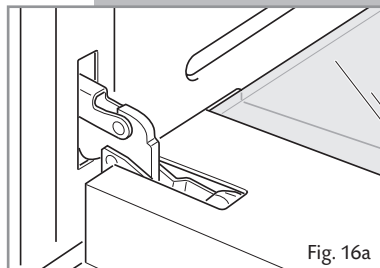

Fig. 16a
- Open the door to the full extent (fig. 16a).